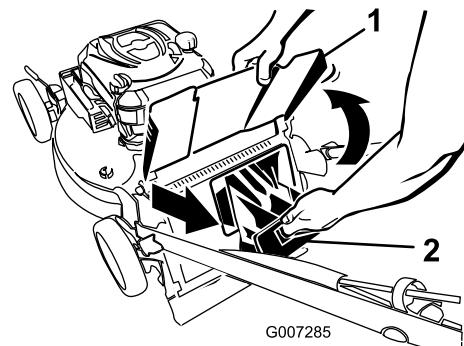

Bild 30
- Ziehen Sie die Heckauswurfklappe ab (Bild 30).
- Heben Sie das Auswurfablenkblech an und halten es hoch (Bild 30).